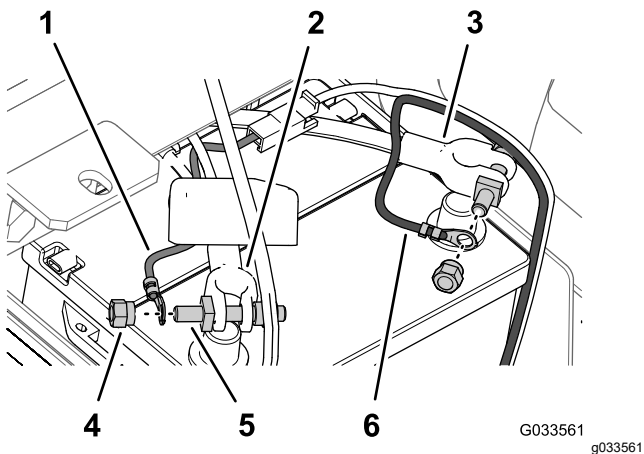

图 31
6. 使用紧固螺母将熔丝连接打药机线束的环形端子固定到组装到正极电池接线的端子螺栓柱上图 31。
7. 使用紧固螺母将负极线黑色——打药机线束的环形端子固定到组装到负极电池接线的端子螺栓柱上图 31。